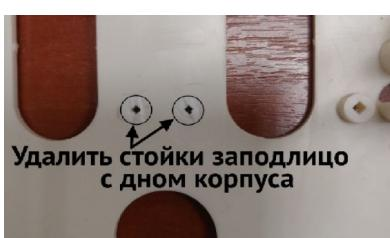
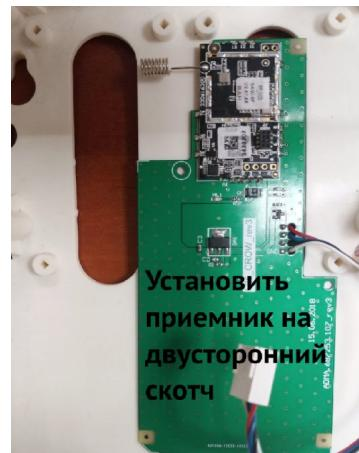

Рисунок 28. Подготовка места для адаптера «L25_CROW_rev3»
Рисунок 29. Адаптер «L25_CROW_rev3» в корпусе прибора
- «Адаптер L25_CROW_rev3» – подготовить место установки (рисунок 28), а затем установить адаптер на отрезок двусторонней липкой ленты – рисунок 29;